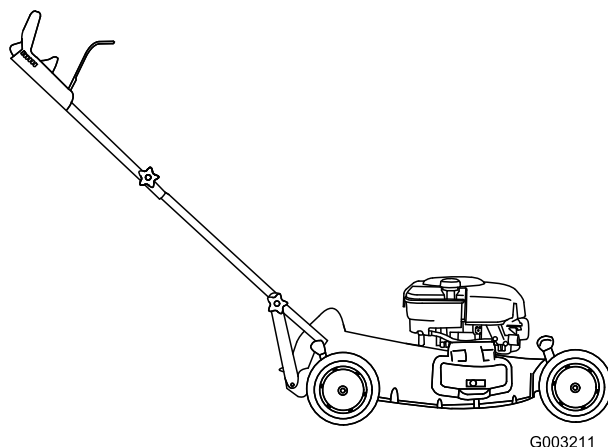

Figura 5
4. Fate ruotare la stegola indietro (Figura 5).